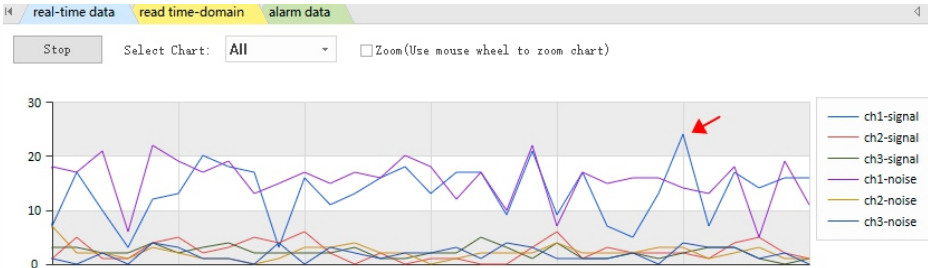

Рисунок 4-2
- 17.** Данные в реальном времени (real-time data) отражают уровень шума окружающей среды. Щелкните данные в реальном времени, затем щелкните Monitor будет отображаться кривая уровня окружающего шума в реальном времени (рисунок 4-2).